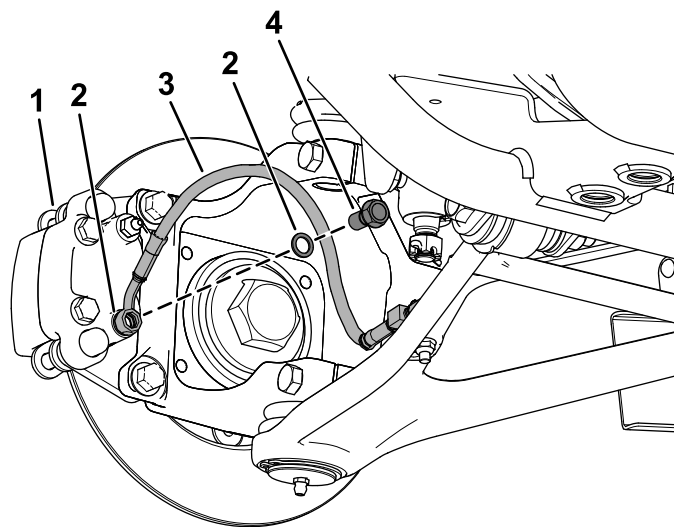

**Рисунок 10**
7. Установите продувочный винт в верхнее отверстие суппорта тормоза в сборе (Рисунок 10).